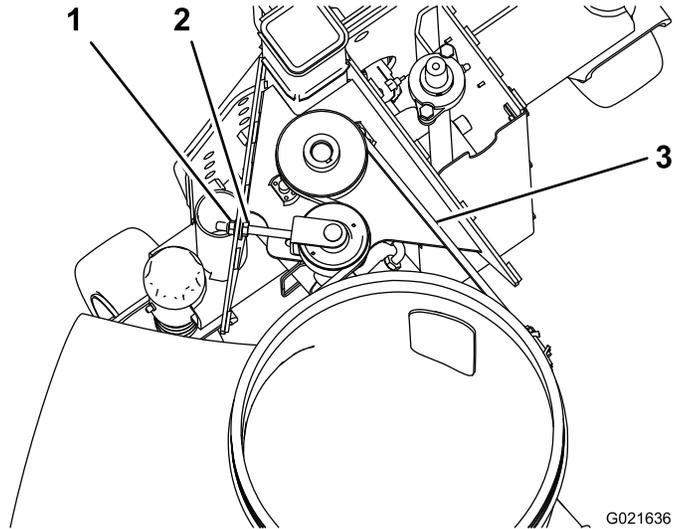

Figure 27
1. Exercez une pression de 30 N·m au centre du long brin de la courroie (Figure 27).
3. Desserrez l'écrou hexagonal et serrez l'écrou à embase pour augmenter la tension de la courroie (Figure 27).